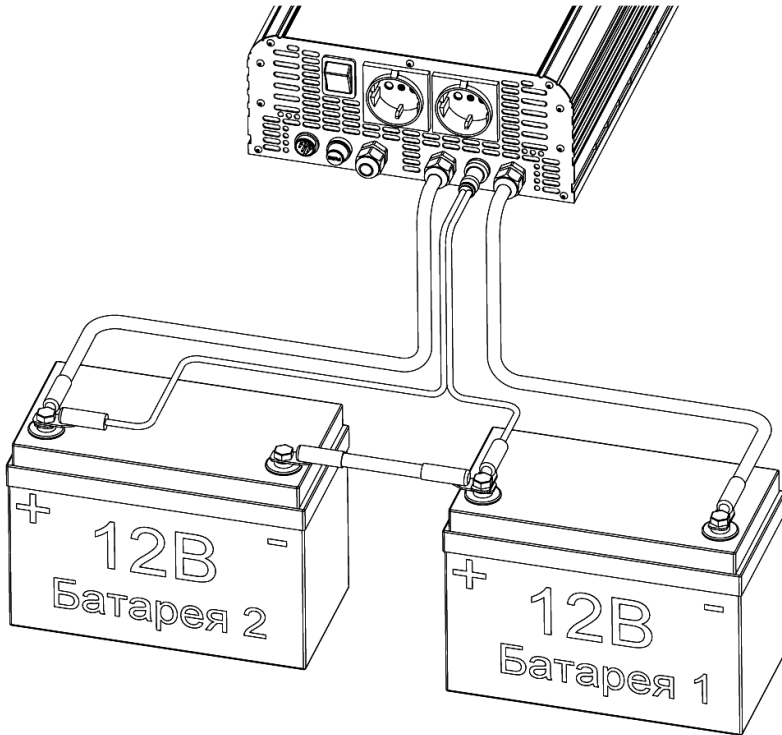

Рисунок 2. Підключення свинцево-кислотних АКБ до UPS-2024 V2
- 4.1.7 При використанні двох свинцево-кислотних АКБ з номінальною напругою 12В, означені батареї з'єднуються послідовно, використовуючи силову перемичку, що входить до комплекта поставки. Необхідно, також, під'єднати кабель балансування. Клеми «Батарея1» і «Батарея2» під'єднуються до плюсових клем відповідних батарей, нумерація яких ведеться від чорного (мінус) батарейного кабелю ДБЖ, як показано на Рис.2